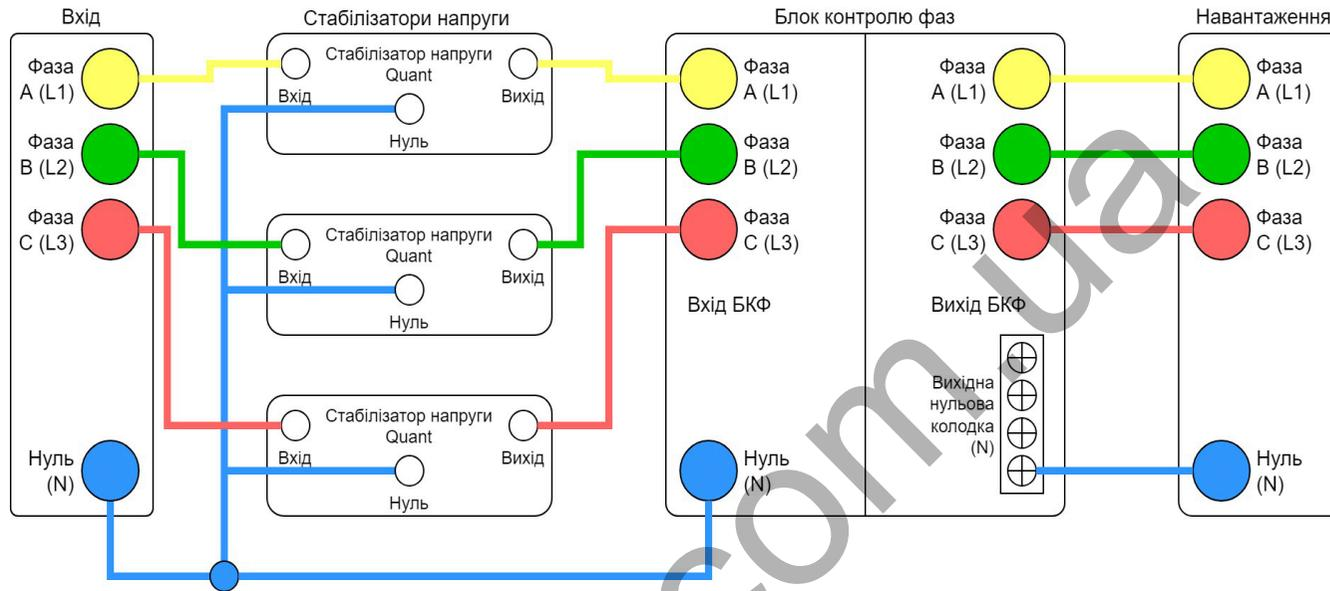

Рис. 4. Схема монтажу блоку контролю фаз
3. Підключіть штатні дроти з наконечниками відповідно до схематичного зображення БКФ (Рис.4):
3.2.4. Нуль (N) навантаження, підключається до контакту 8, що знаходиться навпроти контакту 7 з синім проводом.
4. Підсумкова схема підключення повинна відповідати Рис. 4. Ретельно перевірте чи всі пристрої підключені і дотримано послідовність фаз.